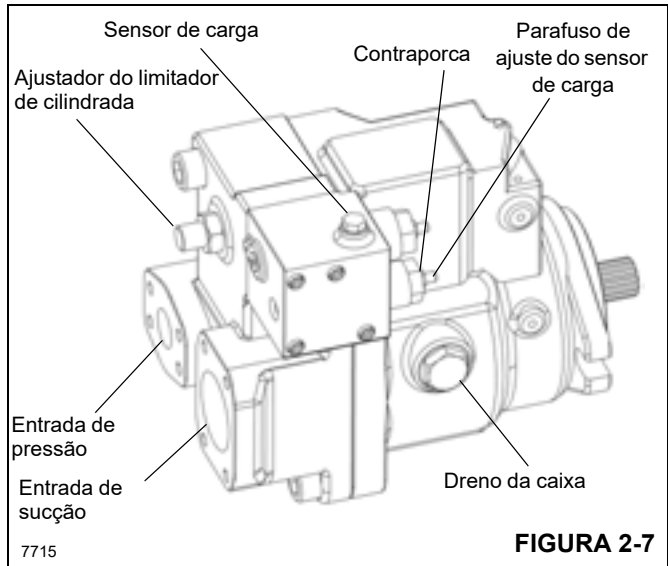

FIGURA 2-7
4. Se a pressão de giro não estiver correta, ajuste o alívio principal (Figura 2-7) como a seguir: Solte a contraporca de 1/2 pol. e use uma chave Allen de 4 mm para o ajuste. Girar no sentido horário aumenta o ajuste. Cada giro ganha 11 bar (153 psi). Aperte a porca a 17,7 Nm (4 lb-pé) para fixar o ajuste.
3. Ajuste o parafuso de ajuste do LS (Figura 2-7) na bomba até que o ajuste da pressão marginal da bomba esteja correto.